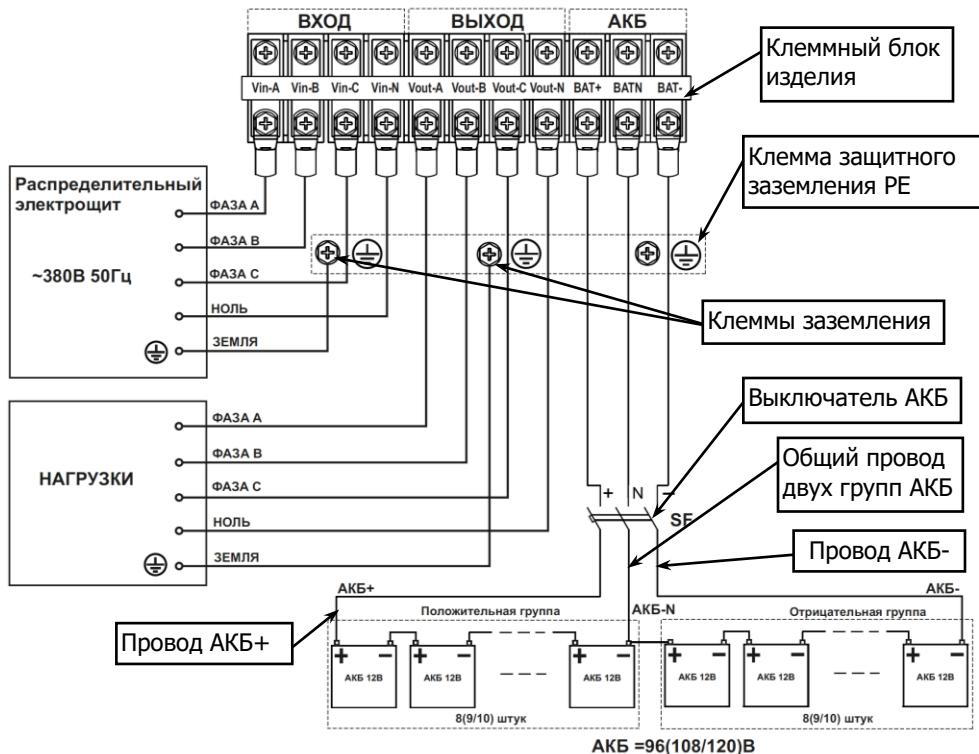

Рисунок 23 – Схема подключения изделия и монтажа аккумуляторной батареи.
Между АКБ и изделием должен быть подключен DC – совместимый трехполюсный термомагнитный защитный автоматический выключатель SF, (или другое устройство защиты, например группа предохранителей с трёхполюсным выключателем), расположенный как можно ближе к АКБ, см. рисунок 23.
- номинальное напряжение выключателя должно быть не менее рабочего напряжения положительной/отрицательной группы АКБ (см. рисунок 23);
Затем выполнить, с соблюдением полярности, последовательное соединение аккумуляторных батарей 12 В, в соответствии с двуполярной схемой (см. рисунок 23) при помощи перемычек АКБ (перемычки АКБ в комплект поставки НЕ входят).
- Проводники фаз А, В, С и провод N питающей линии от распределительного щита, предназначенные для подключения на входы изделия, должны быть обесточены (см. рисунок 23)
- Подключение кабелей к клеммному блоку выполняйте в соответствии со схемой (см рисунок 23) и маркировкой, нанесенной на клеммном блоке изделия;
- подключите провода заземления кабелей подключения питающей сети и нагрузки к соответствующим клеммам заземления изделия (см. рисунок 23);
- подключение кабелей к клеммному блоку выполняйте в соответствии со схемой (см. рисунок 23) и маркировкой, нанесенной на клеммном блоке изделия;
- к клеммам заземления каждого изделия подключите провода заземления кабелей подключения питающей сети и нагрузки (см. рисунок 23);